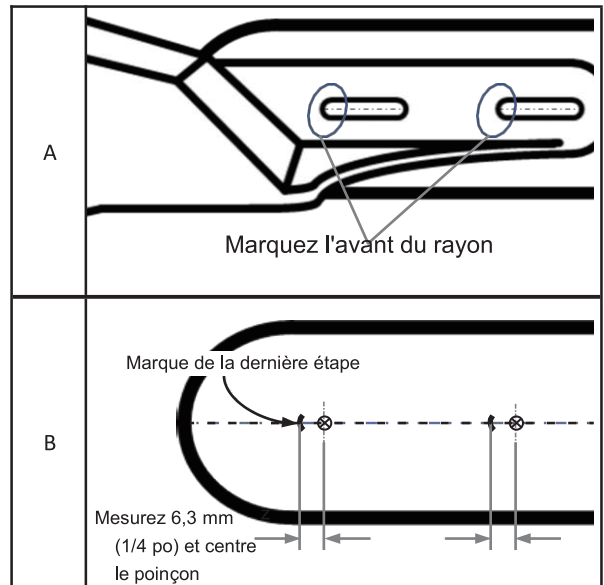

Fig. 3
- À l'aide d'une alène ou d'un marqueur, marquez le rayon le plus avant de chaque fente sur la barre, comme encadré sur la fig. 3-A.
- Retirez l'accessoire puis mesurez 6,35 mm (1/4 po) à partir des marques faites à la dernière étape et marquez. Utilisez un poinçon de centrage pour marquer l'endroit où percer, comme indiqué sur la fig. 3-B.